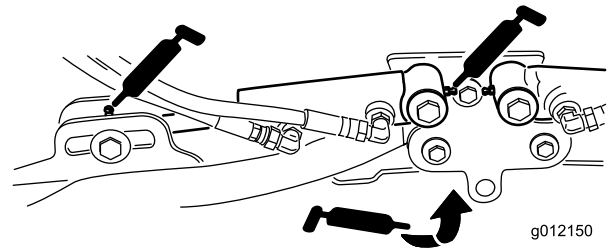

図 51
- 昇降アームのピボット各アームに1ヶ所 図 51
- 昇降アームのシリンダ各アームに2ヶ所 図 51